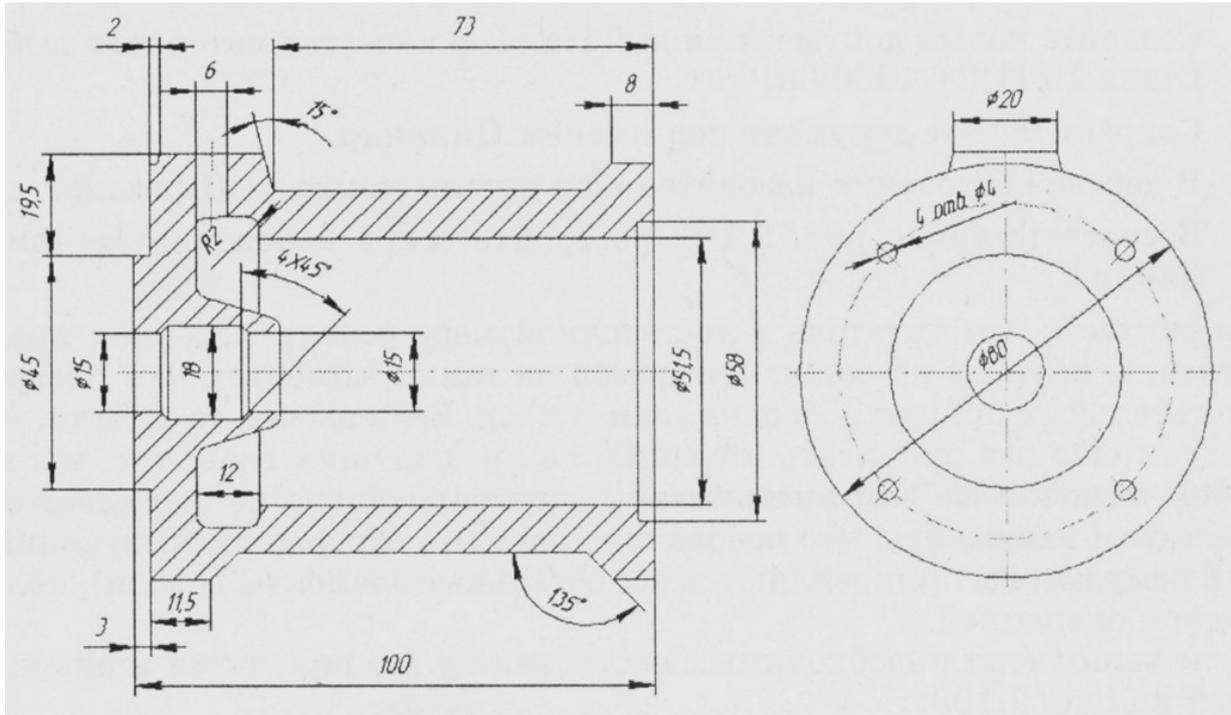

Рис. 1. Чертеж детали Цилиндр
Как видно из чертежа на рис.1, данную деталь можно построить следующим образом:
4. В соответствии с рис. 1 постройте эскиз основания детали *Цилиндр*.